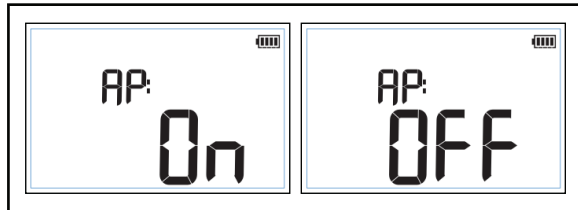

Figura 5. Impostazione spegnimento automatico alimentazione
2. Premere **ENTER** finché non compare **AP**: sul display. Vedere la Figura 5.